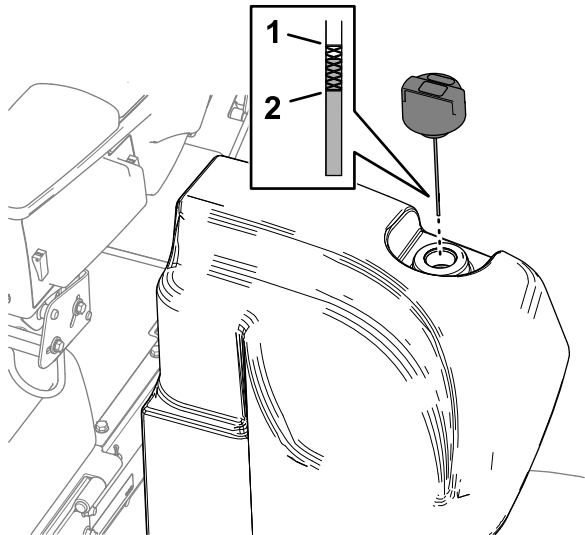

図 117
2. 油圧オイルタンクの注油口周辺をきれいに拭き、キャップを外す **図 117**。